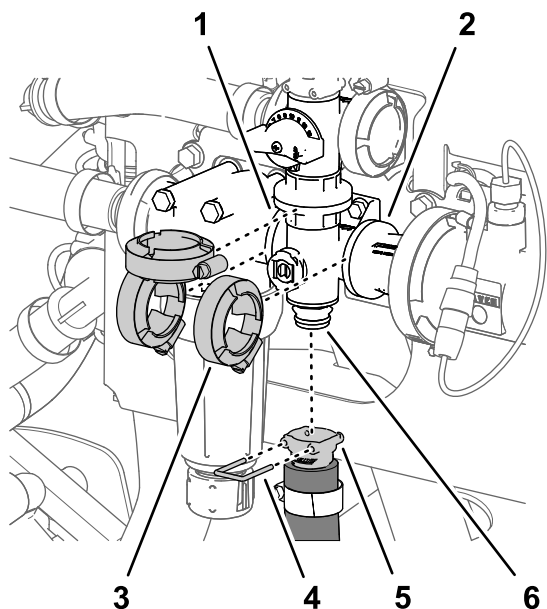

图 114
1. 拆下将搅拌软管快速连接耦合器固定至搅拌阀歧管上的快速连接销图 114。
- 取下将搅拌阀歧管固定至压力式滤清器头和耦合适配器的法兰上的 3 个法兰夹具图 114。